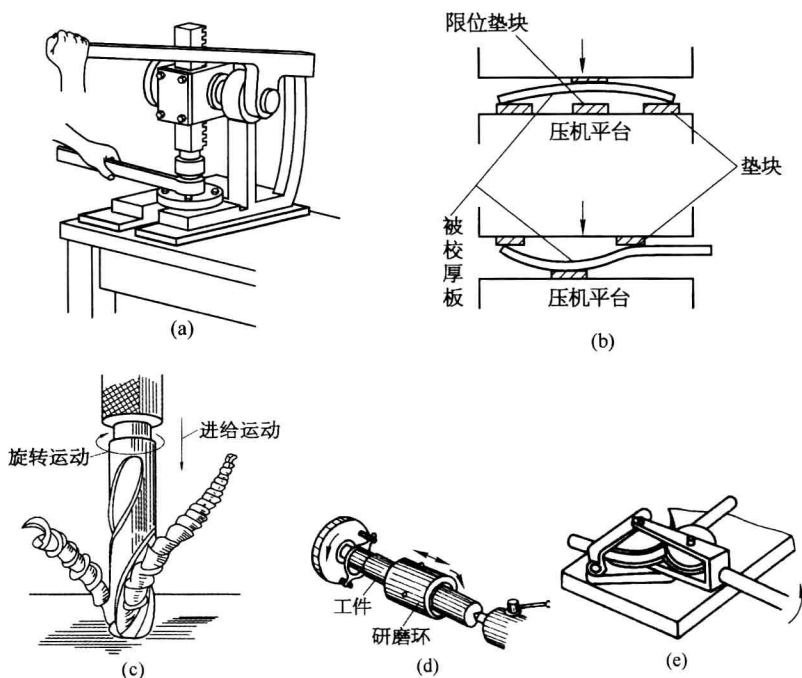

图 1-2 钳工简单设备作业
(2) 简单设备作业 如图 1-2 所示,包括压装滑动轴承套、轴的矫正、钻扩铰孔、表面研磨、抛光等。
(3) 一般装配调整作业 如滚动轴承装配、平键联接装配、销钉联接装配、螺纹联接装配等。